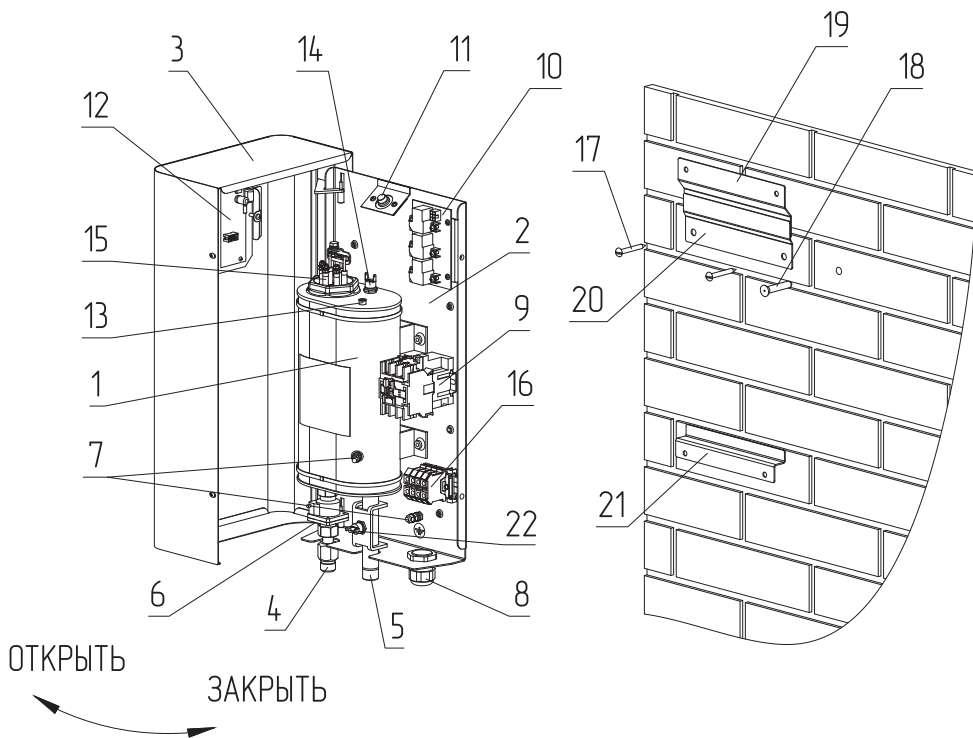
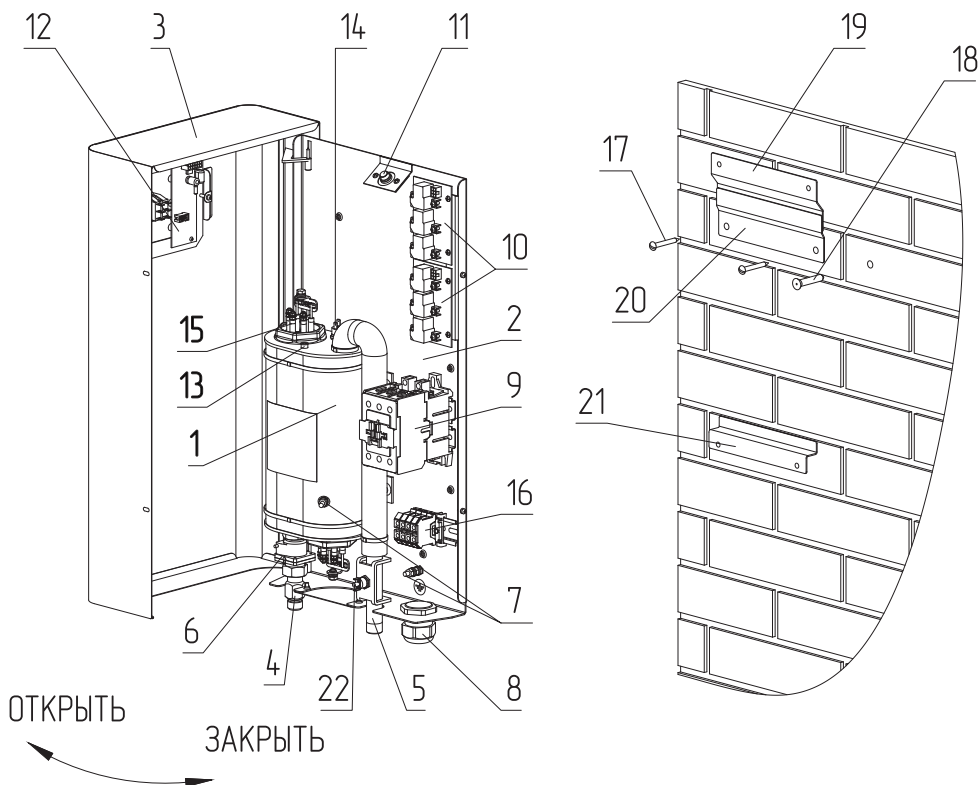
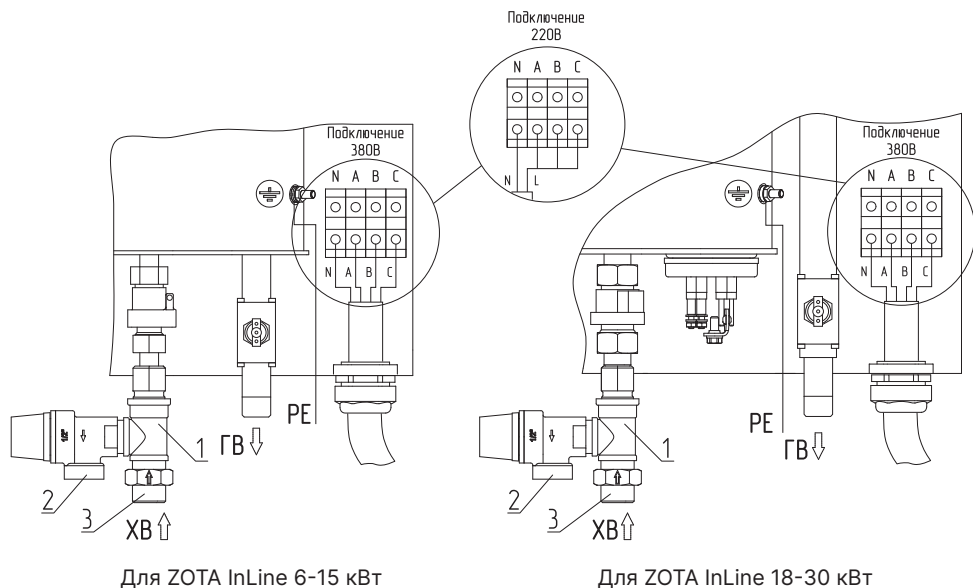

Рис.1 Устройство электроводонагревателя ZOTA InLine 6-15 кВт
Рис.2 Устройство электроводонагревателя ZOTA InLine 18-30 кВт
Рис.3 Схема подключения электроводонагревателя ZOTA InLine
Водонагреватель устанавливается в вертикальном положении, как показано на **Рис.1, Рис.2**. Водонагреватель также можно установить в горизонтальном положении.
- открутить винты крепления блока управления (**Рис.1, Рис.2, поз.12**);
- закрепите кронштейны (**Рис.1, Рис.2, поз.19, поз.21**) на основании водонагревателя с помощью винтов М6х10 с шайбами, как показано на **Рис.1, Рис.2**. При установке электроводонагревателя в горизонтальном положении кронштейны установить на основание с поворотом на 90°;
- закрепите кронштейн настенный (**Рис.1, Рис.2, поз.20**) на вертикальной поверхности в необходимом месте с помощью шурупов с пластиковыми дюбелями;
- установите на него водонагреватель, как показано на **Рис.1, Рис.2**;
- откройте кожух (**Рис.1, Рис.2, поз.3**), как показано на **Рис.1, Рис.2**, предварительно выкрутив два винта крепления кожуха;
- установите комбинированный предохранительный клапан из комплекта поставки на парубок входа воды (**Рис.1, Рис.2, поз.4**), как показано на **Рис.3**;
- присоединить рабочий нулевой провод на клемму нейтраль (N) электроводонагревателя;
- защитный нулевой провод (PE) подключить на болт «ЗАЗЕМЛЕНИЕ» (**Рис.3**).
По окончании монтажа и подключения к электрической сети закройте кожух (**Рис.1, Рис.2, поз.3**), как показано на **Рис.1, Рис.2** и закрутите винты крепления.
- переключите выключатель напряжения (**Рис.3, поз.1**) в положение ВКЛ, при этом он светится красным цветом;
- установите переключатель ступеней мощности (**Рис.3, поз.2**) в положение I;
При достижении скорости потока воды 2,5 л/мин датчик потока воды (**Рис.1, Рис.2, поз.6**) подает сигнал блоку управления (**Рис.1, Рис.2, поз.12**), который в свою очередь через блок силовой (**Рис.1, Рис.2, поз.10**) включает нагрев двух ТЭН. Начинает мигать индикатор температуры воды (**Рис.3, поз.4**). По умолчанию при первом запуске установлена температура 30°C.
- установите необходимую температуру при помощи кнопки (**Рис.3, поз.3**). При этом загорается соответствующий индикатор (**Рис.3, поз.4**).
- При недостаточном нагреве воды при большом разборе необходимо переключатель ступеней мощности (**Рис.3, поз.2**) переключить в положение II или отрегулировать расход воды.
При нагреве воды выше 85°C срабатывает аварийная защита по температуре, отключается нагрев и гаснут индикаторы температуры воды, в этом случае необходимо отключить электроводонагреватель от питающей сети, открыть духовку (**Рис.1, Рис.2, поз.3**) и нажать кнопку датчика перегрева (**Рис.1, Рис.2, поз.22**).
- отсоедините два разъема от блока управления (**Рис.1, Рис.2, поз.12**), установленного на передней стенке кожуха (**Рис.1, Рис.2, поз.3**);